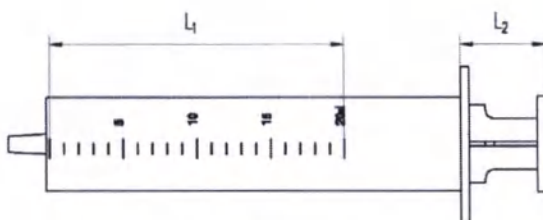

Рисунок 9.1 – Обозначение необходимых параметров (L1 и L2) для калибровки инъекционного шприца
- 1) Общую длину шкалы шприца, которую необходимо откалибровать L1 (см. рис.9.1).
2) Расстояние между цилиндром шприца от начала фланца до упора шприца, в состоянии, когда поршень шприца введен в цилиндр до конца – L2 (Рис.9.1).